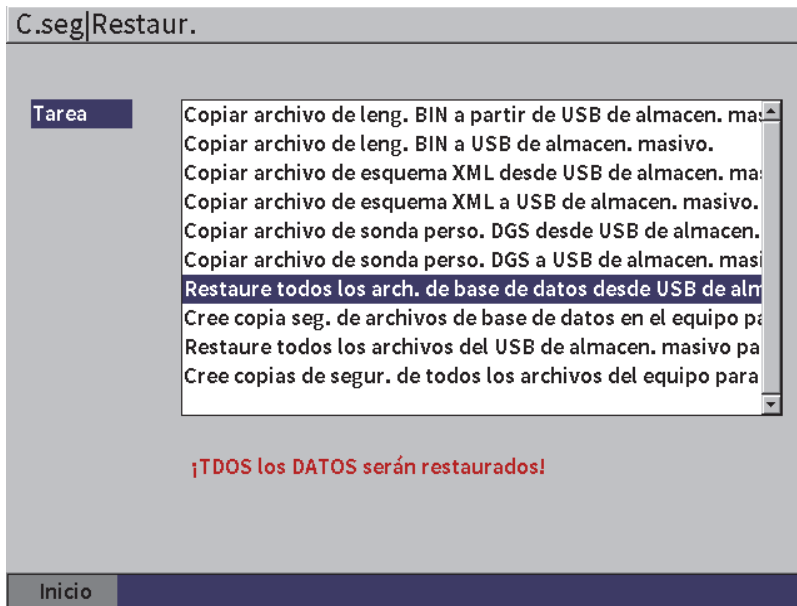

Figura 9-24 Página de configuración C.seg|Restaur.
1. Acceda a la página **C.seg|Restaur.** (vea la Figura 9-24 en la página 152).